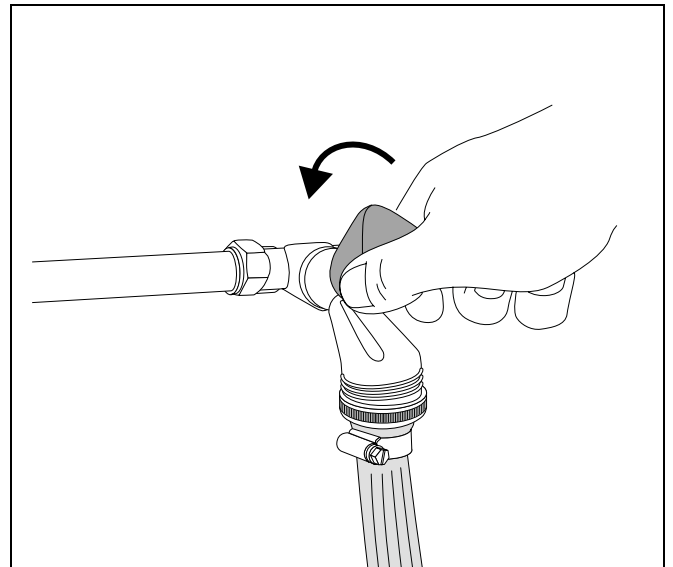

Рис. 13 Открытие водопроводного крана и наполнение отопительной установки
- Осторожно открыть водопроводный кран и медленно наполнить отопительную установку (рис. 13).